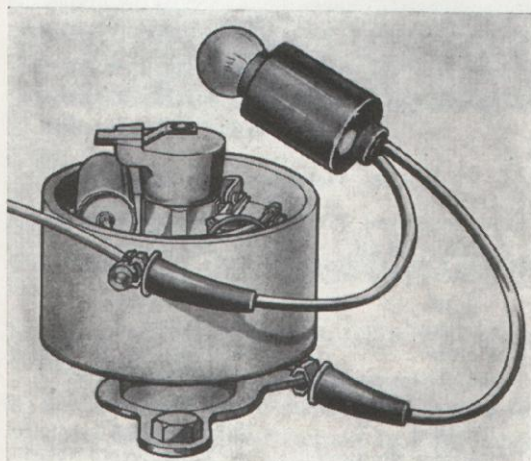

Bild 64. Inställning av tändning.
3. Vrid kopplingsklon rätt och sätt ned fördelaren samt koppla en lampa (högst 3 W) enligt bild 64. Koppla till strömmen.